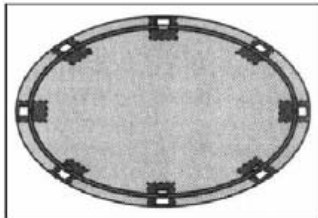

fig. 7
- d) Placez temporairement les profilés inférieurs PCA et les plaques de base PU2 tout autour du cercle (Fig. 7). Chaque plaque de base indiquera l'emplacement d'une dalle. Faites une marque sur le sol à côté de chacune de ces plaques.